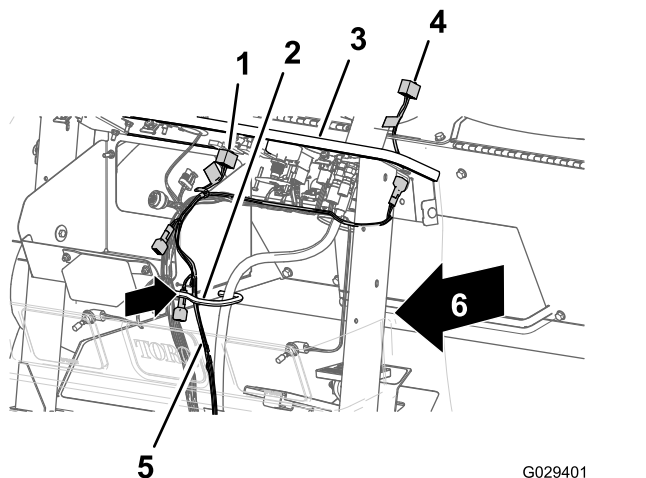

図 197
3. ダッシュパネル用の 240cm の枝線を、前方バルクヘッドの開口部にあるハトメを通して車両のケーブルホース用フックの内側まで導く 図 197。